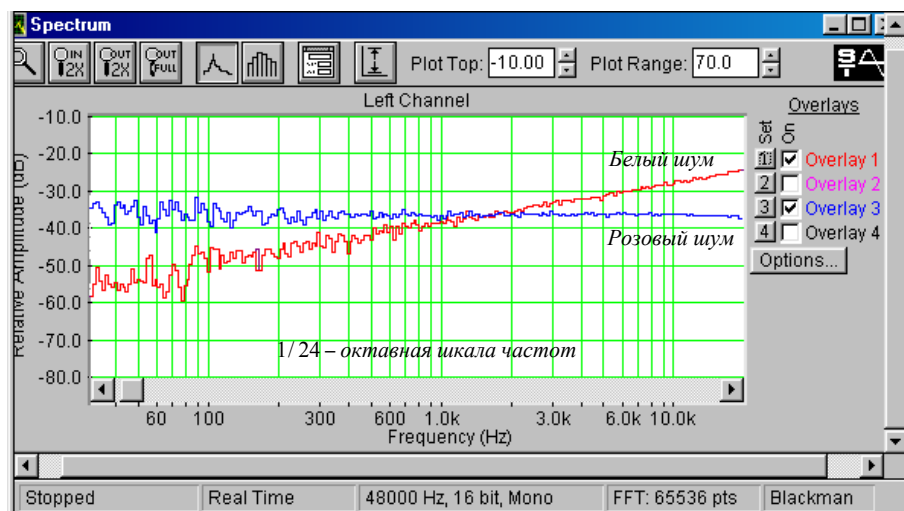

Рис.1.10. Спектры белого и розового шума в 1/24 октавной шкале частот
- Скопируйте график спектров белого и розового шума (рис.1.10) в файл вашего отчета.